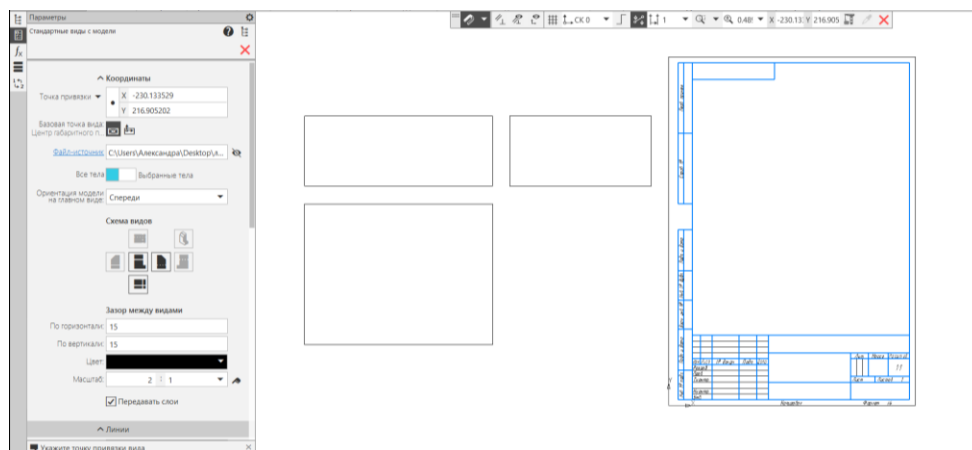

Рис. 35 Создание видов спереди, сверху, слева детали «Опора»
- **Черчение – Виды – Стандартные виды с модели (рис. 35).** Масштаб изображений 2:1.